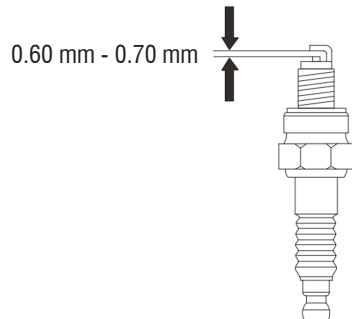

Fig. 26 – Folga da vela
8. Para um correto funcionamento, a folga da vela deve estar entre 0,60 mm e 0,70 mm (fig. 26).